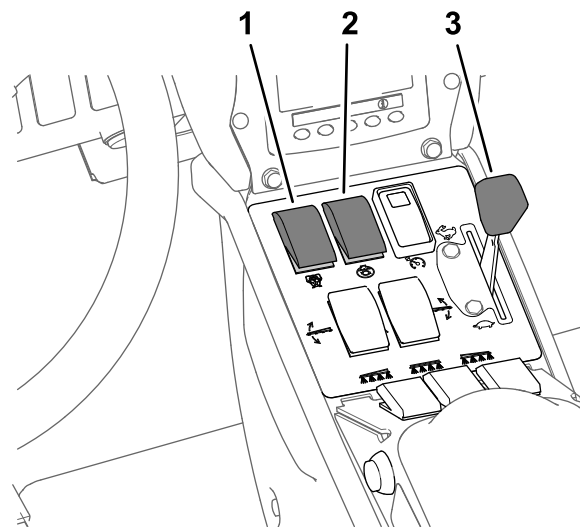

Рисунок 45
- Установите переключатель перемешивания и выключатель насоса для опрыскивания в положения Вкл. (Рисунок 45).
- Установите регулятор дроссельной заслонки в положение БЫСТРО (Рисунок 45).
Примечание: При выполнении этой процедуры предполагается, что насос для опрыскивания включен; см. Рисунок 45 в разделе Опрыскивание в режиме заданной нормы внесения (страница 43).
4. Установите рычаг дроссельной заслонки в требуемое положение частоты вращения двигателя для опрыскивания; см. Рисунок 45 в разделе Опрыскивание в режиме заданной нормы внесения (страница 43).